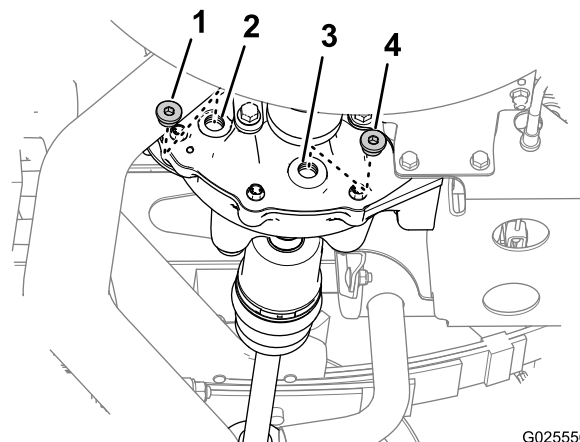

Figura 75
- Coloque un recipiente debajo del tapón de vaciado (Figura 75).
- Retire el tapón de llenado del orificio de llenado, y retire el tapón de vaciado del orificio de vaciado del diferencial (Figura 75).
- Instale el tapón de vaciado en el orificio de vaciado (Figura 75), y apriete el tapón a 14–19 N·m.
- Añada 550 ml de aceite del tipo especificado en el orificio de llenado del diferencial (Figura 75).
- Instale el tapón de llenado en el orificio de llenado (Figura 75) y apriete el tapón a 14–19 N·m.